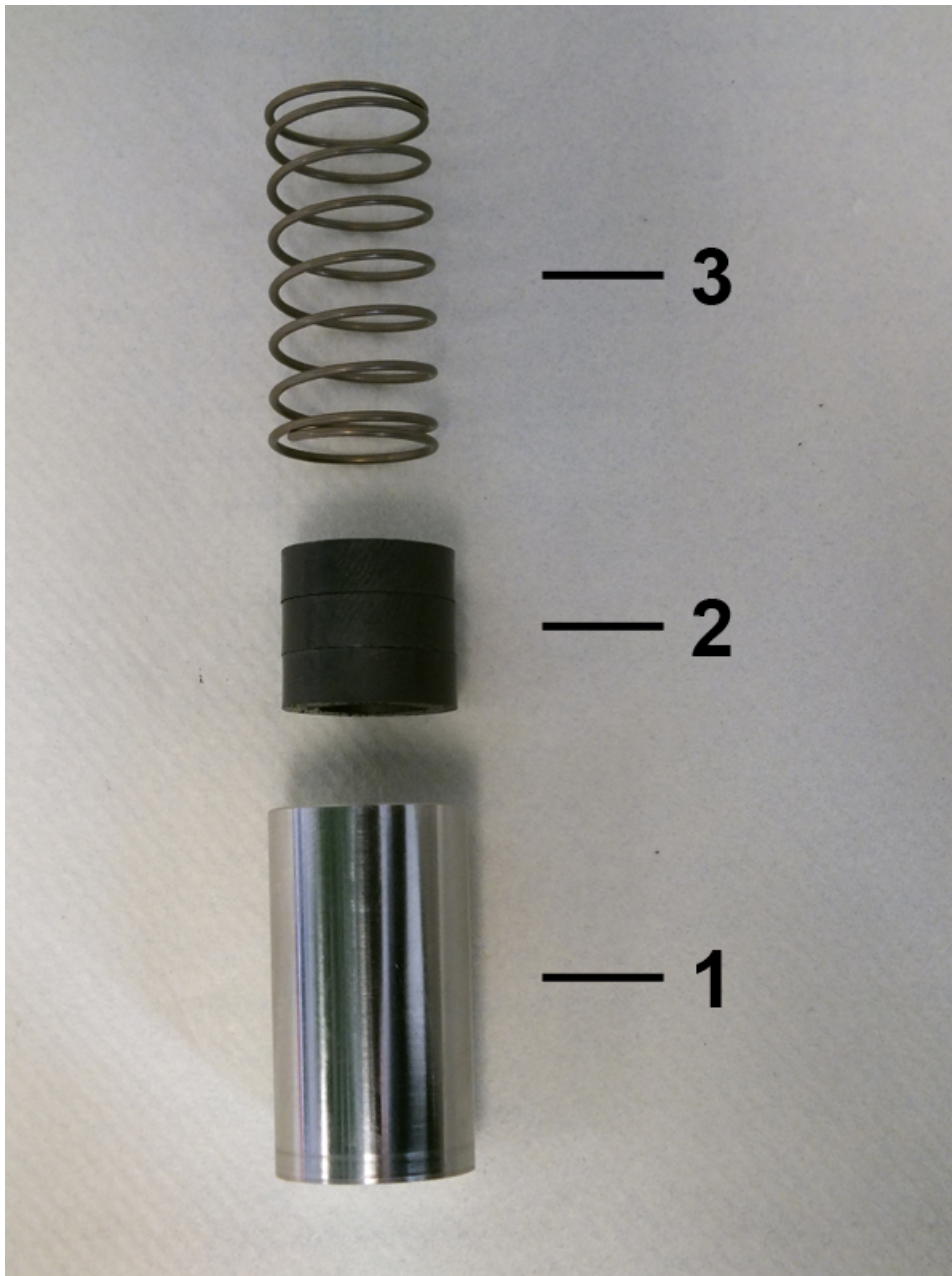

Abb. 52: Feder, Magnete und Schwebekörper
12. ➤ Feder (Abb. 52/3), Magnete (Abb. 52/2) und Schwebekörper (Abb. 52/1) als Innenteile des Strömungswächters